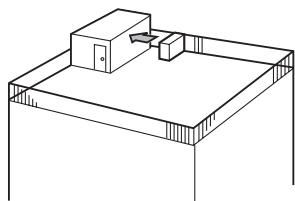

Fig. 2-4
- (1) Rikta luftutblåset mot närmaste vägg, cirka 500 mm från väggen. (Fig. 2-4)